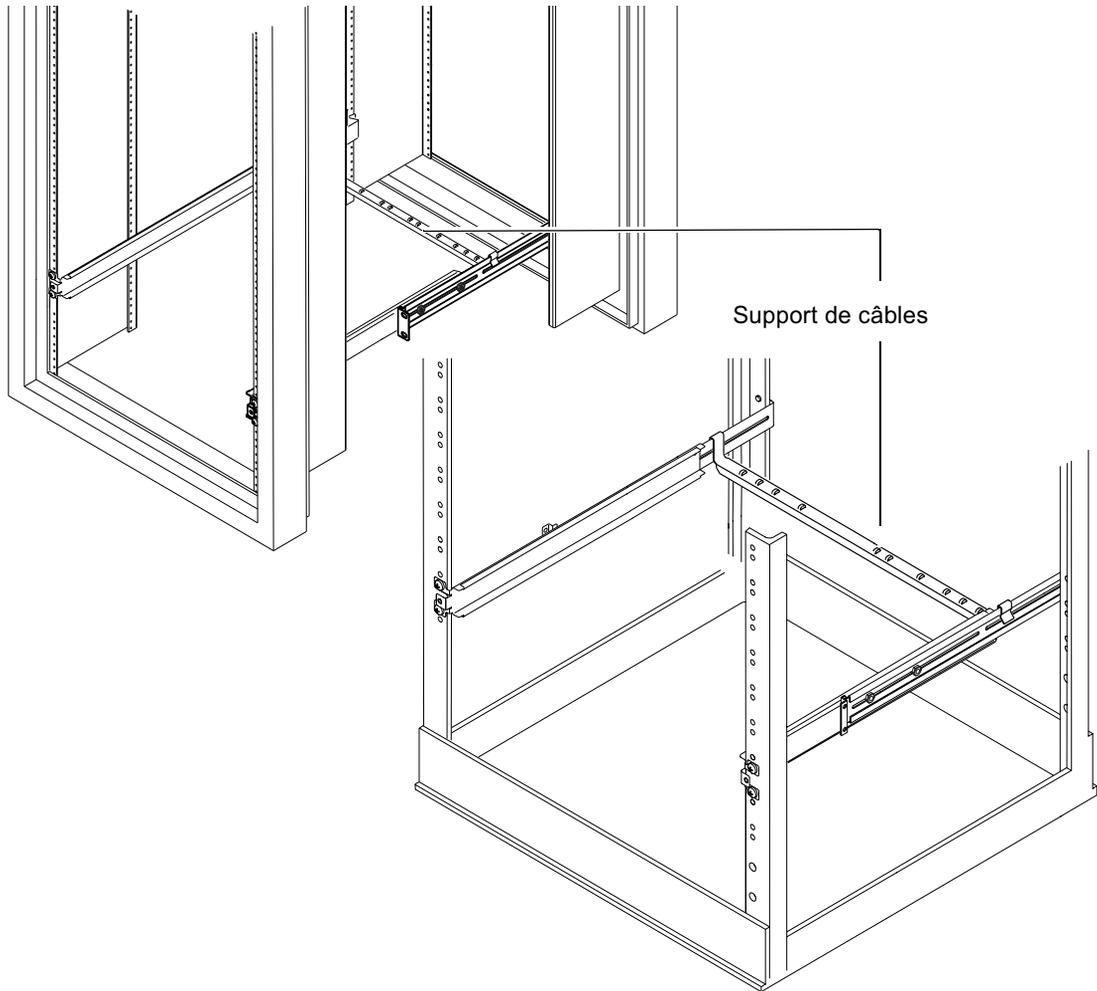

FIGURE 5-9 Installation du support de câbles dans un châssis Sun StorEdge ou un châssis standard de 19 pouces
- Accrochez le support au-dessus des supports guidés à l'arrière du serveur (voir la FIGURE 5-9).